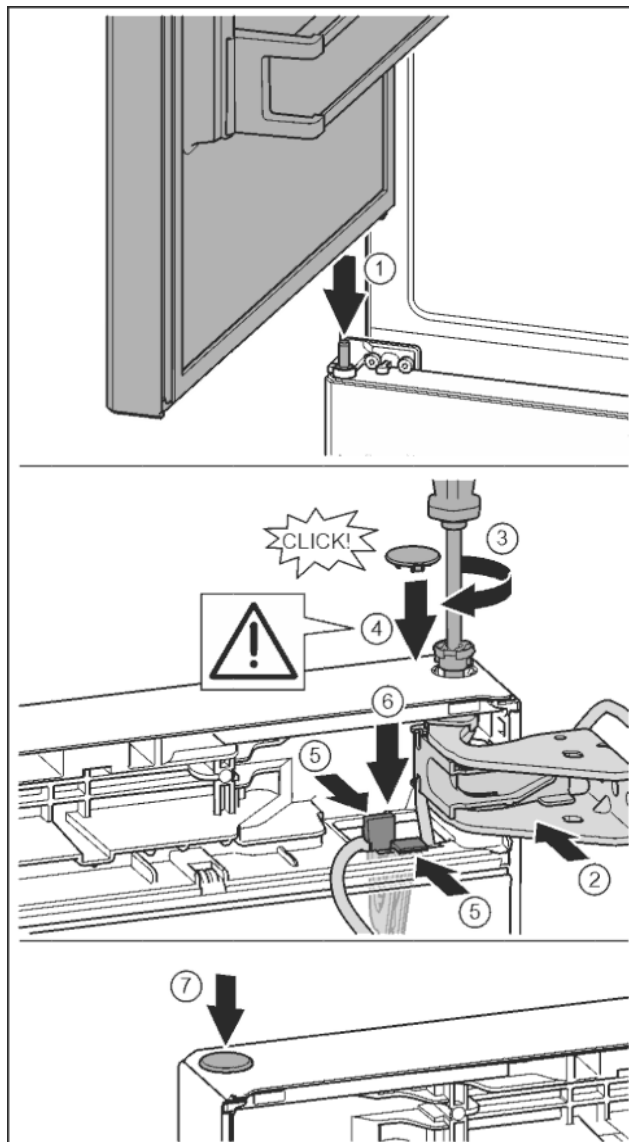

Fig. 38
- ▶ Дверь сверху выровнять по отверстию в опорном кронштейне. (1)
- ▶ Вставить палец и затянуть отверткой T15. Fig. 38 (4)
- ▶ Установить предохранительную крышку для защиты двери: вставить предохранительную крышку и проверить, прилегает ли она к двери. В ином случае вставить палец полностью. Fig. 38 (5)
- ▶ Вставить заглушку. Fig. 38 (7)